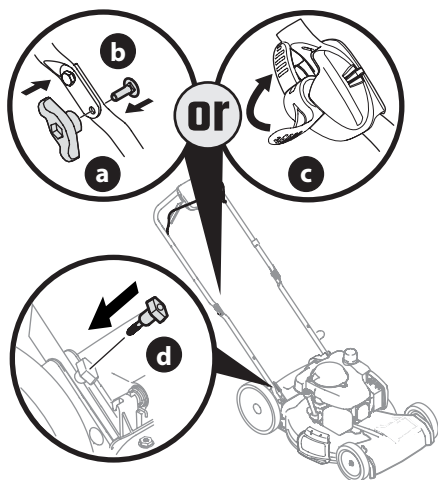

Figura 8
4. Vuelva a ajustar las perillas o las tuercas de aletas (a) y los pernos de carro (b) que se extrajeron en el PASO 2 en los orificios inferiores de la manija o trabe las palancas de liberación de la manija EZ-fold (c) (Figura 8).
- Con los pernos T (d) que se extrajeron en el PASO 2, asegure la manija inferior a los soportes de la manija (Figura 8) y ajuste bien para asegurar la manija en su lugar.